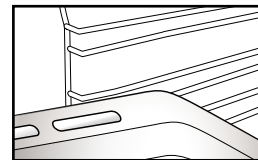

Fig. 2
2. Otros accesorios, como la graseira y la bandeja pastelera, se introducen igual que la rejilla (Fig. 2).